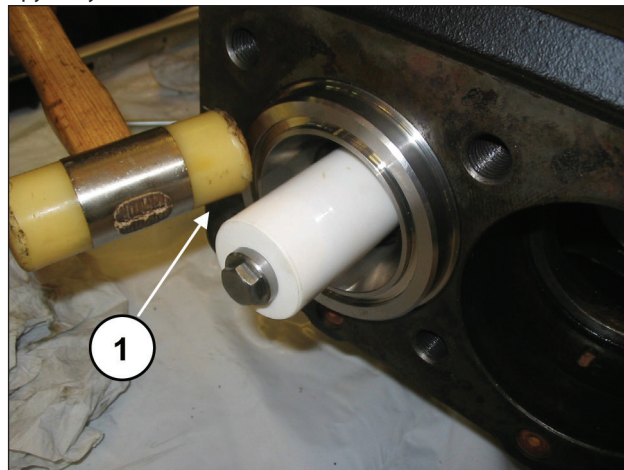
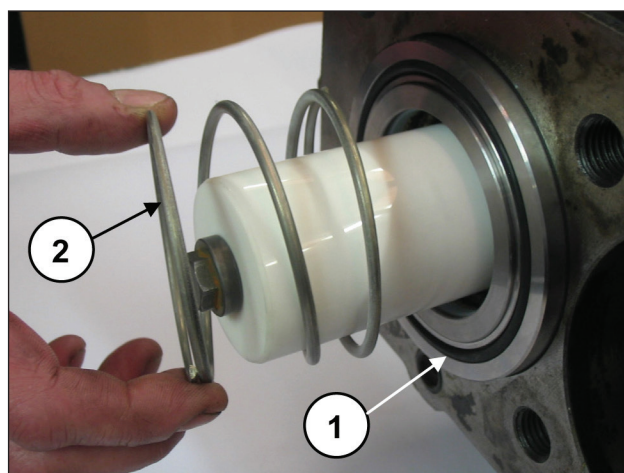

Рис. 186
Рис. 187
Убедитесь, что узел рубашки-опоры уплотнений полностью сел в гнездо (поз. ①, Рис. 186); после этого установите переднее уплотнительное кольцо рубашки и пружину (поз. ① ②, Рис. 187).становите